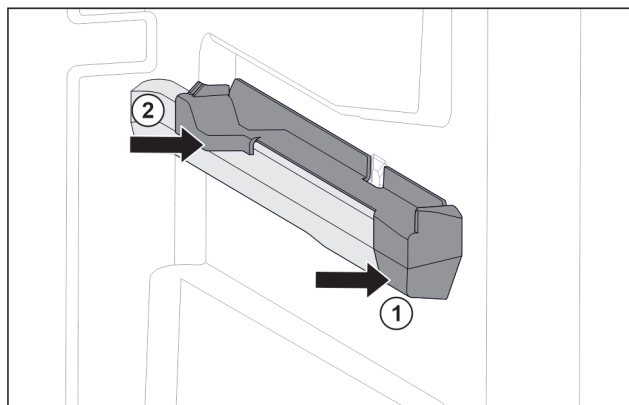

Fig. 118 Natični dio na desnom žlijebu spremnika
- Postavite natični dio sprijeda na žlijeb spremnika. Fig. 118 (1)
- Pritisnite natični dio straga. Fig. 118 (2)